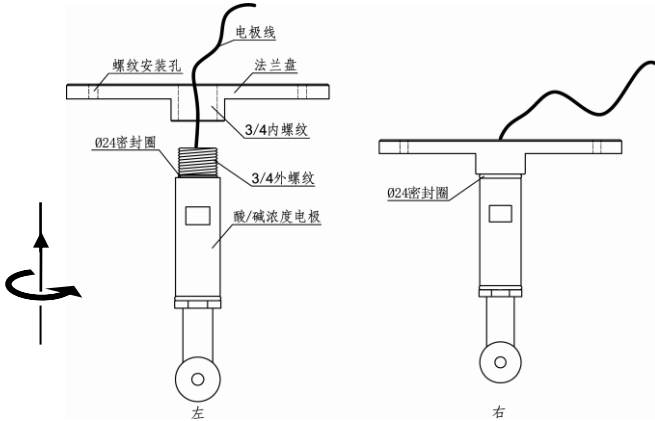

图 4.3.1
1) 给酸/碱浓度计电极垫上 $\varnothing 24$ 密封圈, 然后将酸/碱浓度计电极线穿过上法兰盘螺纹孔, 如下图 4.3.1 左, 将电极沿顺时针方向旋入上法兰盘, 并将其拧紧如下图 4.3.1 右所示: